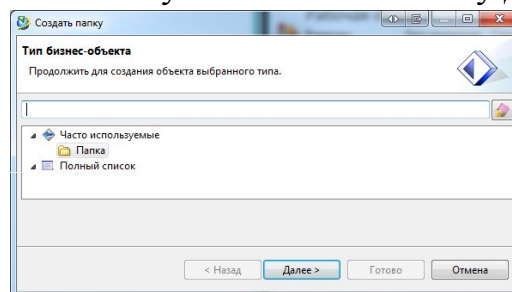

Рис. 7
3. В окне **Создать папку** щелкнуть по объекту **Папка** и на кнопку **Далее** (Рис.7)